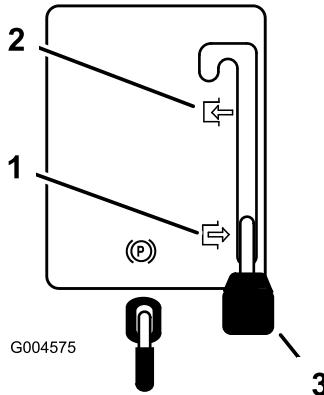

Figure 10
2. Mettez la commande de lame (PdF) en position embrayée (Figure 10).
2. Mettez la commande de lame (PdF) en position débrayée (Figure 10).
4. Mettez la commande de lame (PdF) en position débrayée (Figure 10).